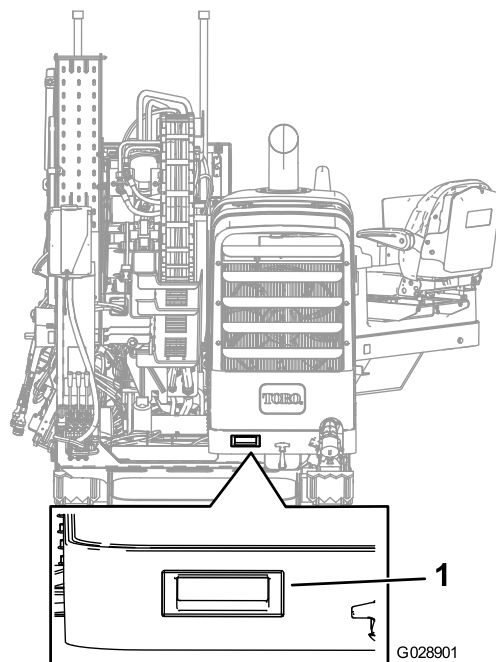

Figura 61
3. Levante a maçaneta como mostrado na Figura 61.